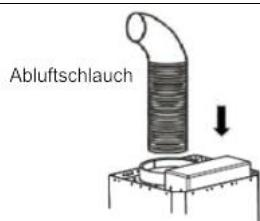

Fig. 3
6. Monte el tubo de salida de aire sobre la tobera de aire de salida (fig. 3).